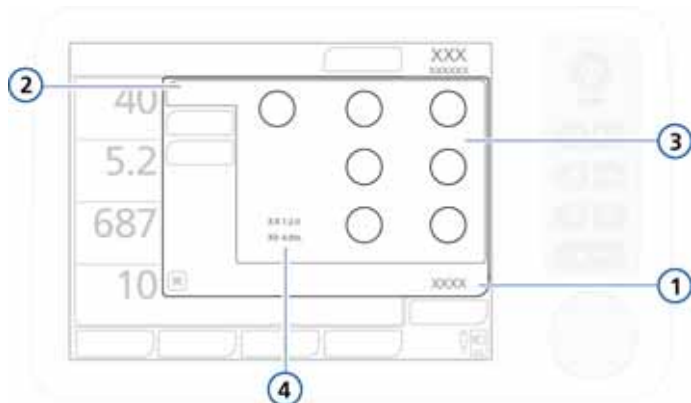

Рисунок 4-5. Настройки на вкладке «Базовый», окно «Управление»
- Кроме контролируемых параметров, в окне «Базовый» отображаются временные характеристики дыхательного цикла, определяемые на основе контролируемых временных параметров (см. рис. 4-5).
1. Откройте окно «Управление» -> «Базовый» (рис. 4-5).